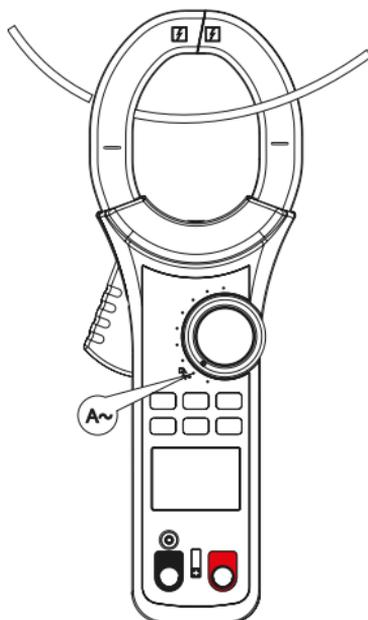

Рис. 12 Измерение переменного тока
7.10 Измерение переменного тока (рис.12)
- Убедитесь, что измеряемый проводник находится по центру (рис. 12), в противном случае может возникнуть дополнительная погрешность $\pm 1,0\%$.